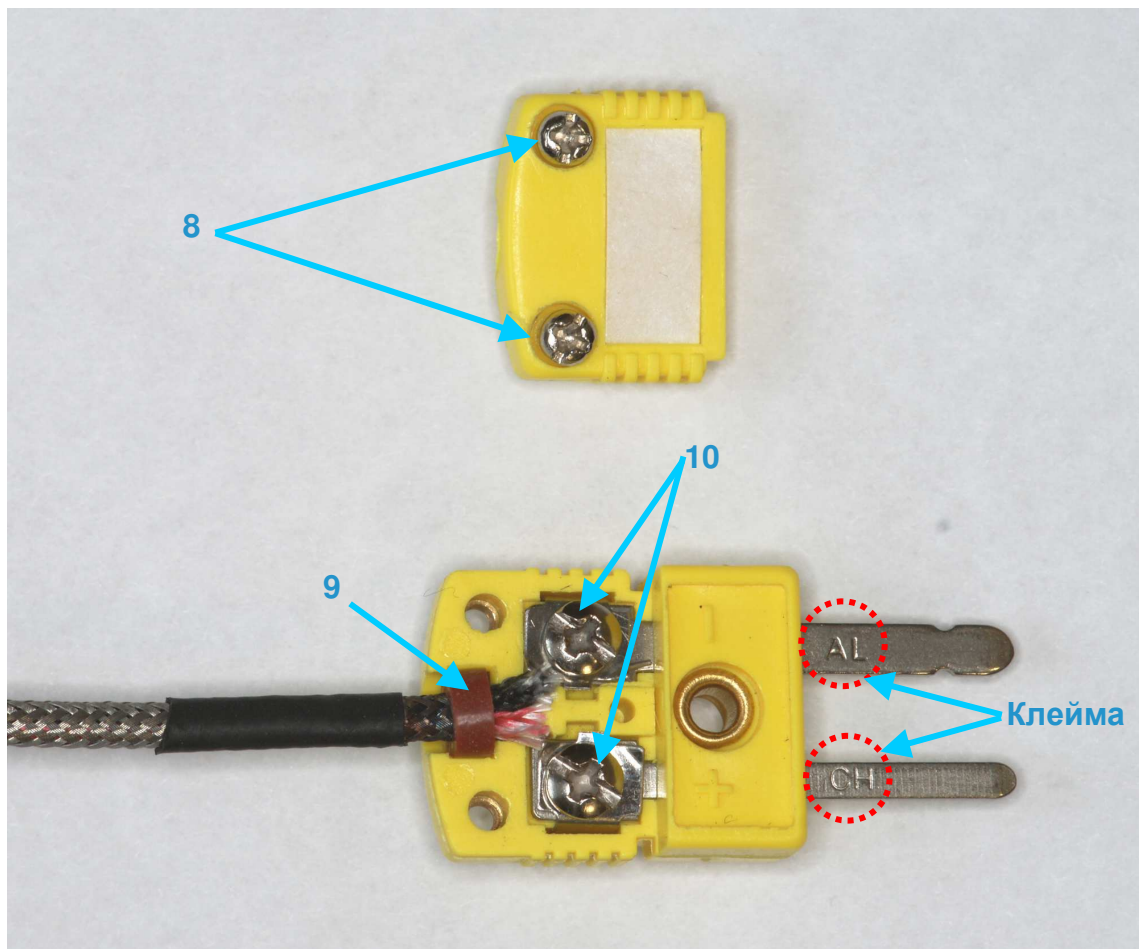

Рис. 5.4 – Подключение проводов зонда к вилке «Омега»
6. Выкрутите частично два винта контактных зажимов 10, расположенные на вилке 6, уложите уплотнительное кольцо 9 в паз вилки «Омега». Затем с помощью пинцета просуньте зачищенные концы проводов под прижимные шайбы, соблюдая маркировку: красный провод подключается к зажиму «+» (клеймо «СН» на штыре), чёрный провод подключается к зажиму «-» (клеймо «AL» на штыре) (см. Рис. 5.4). Затяните винты 10 с помощью отвёртки.